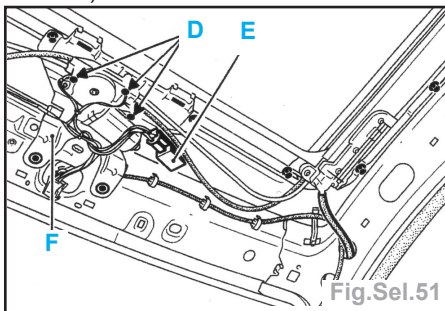

Fig.Sel.51
- Déposer la vis de fixation (A).
- Déclipser (B) le support de console de pavillon et déposer celui-ci en écartant légèrement l'avant de la garniture de pavillon et en prenant soin de ne pas la plier.
- Débrancher le connecteur d'alimentation du moteur (C).
- Déposer les 3 vis de fixation du moteur (D) et débrancher le relais (E) (Fig.Sel.51).